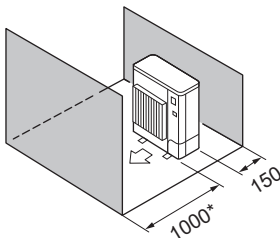

Abb. 2-7
- ⑤ Hindernisse nur auf der Vorder- und Rückseite (Abb. 2-7)